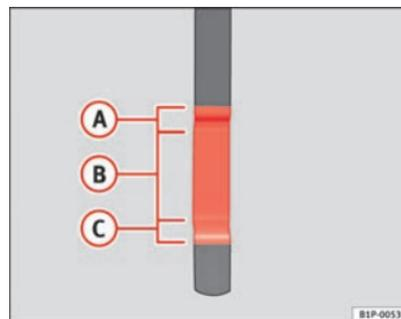

Fig. 145 Varilla de medición del nivel de aceite.
- A continuación, vuelva a extraerla y compruebe el nivel de aceite ⇒ fig. 145. En caso necesario, reponga aceite del motor. ▶